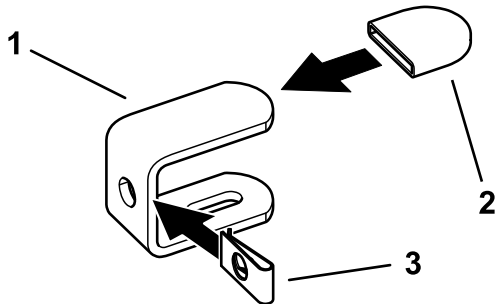

Figure 1
2. Placez un capuchon et un écrou rapide sur chaque support de montage (Figure 1).